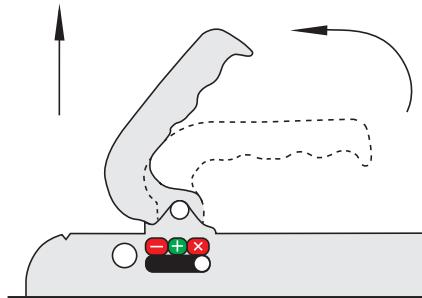

Рис. 2
1. Расцепить фиксатор сцепной головки и потянуть за рукоятку вверх, чтобы снять прицеп со сцепного шара (см. рис. 2). По возможности использовать опорное колесо для облегчения подъема.